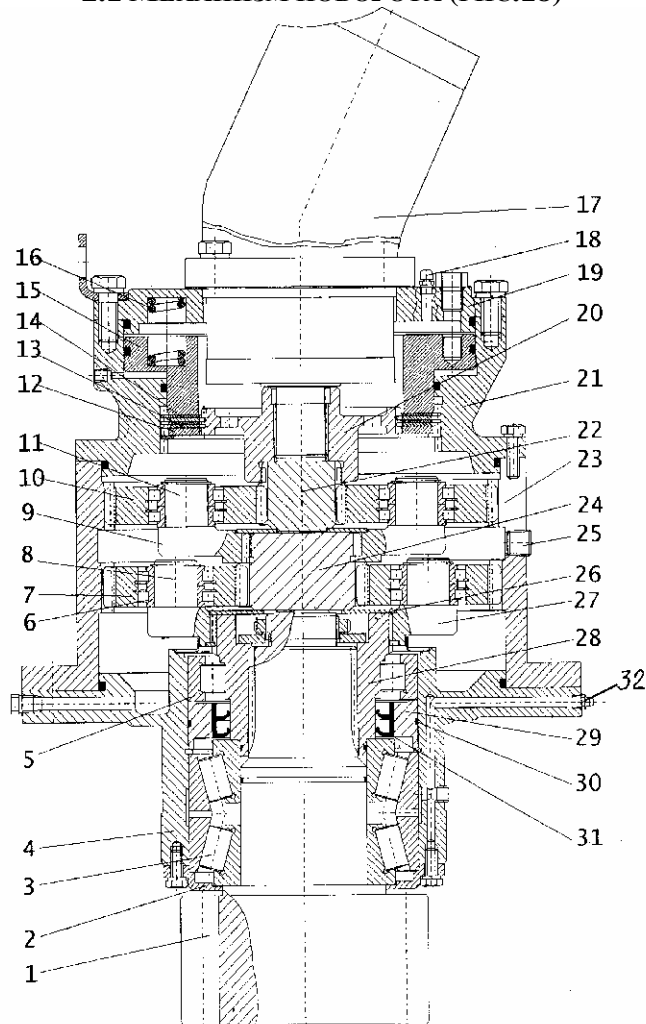

Рис. 18 Механизм поворота
2.1 МЕХАНИЗМ ПОВОРОТА (РИС.18)